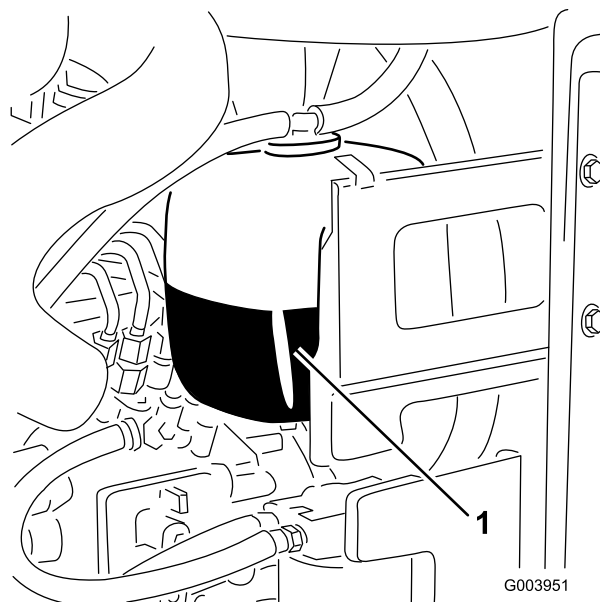

Рисунок 47
1. Проверьте уровень охлаждающей жидкости в расширительном бачке (Рисунок 47).